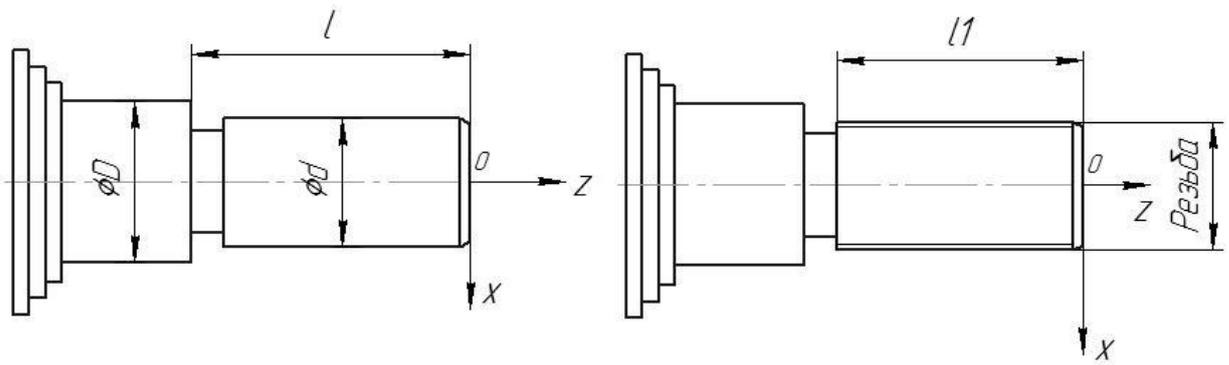

Рис. 3
24. Напишите управляющую программу для обработки детали, изображенной на рис. 3. Номер варианта по указанию преподавателя.
25. Используя цикл многопроходной обработки, напишите программу для нарезания резьбы тремя проходами (2 черновых прохода с равным припуском и 1 чистовой проход) на детали (рис. 3 с размерами согласно табл. 4. Номер варианта – по указанию преподавателя).